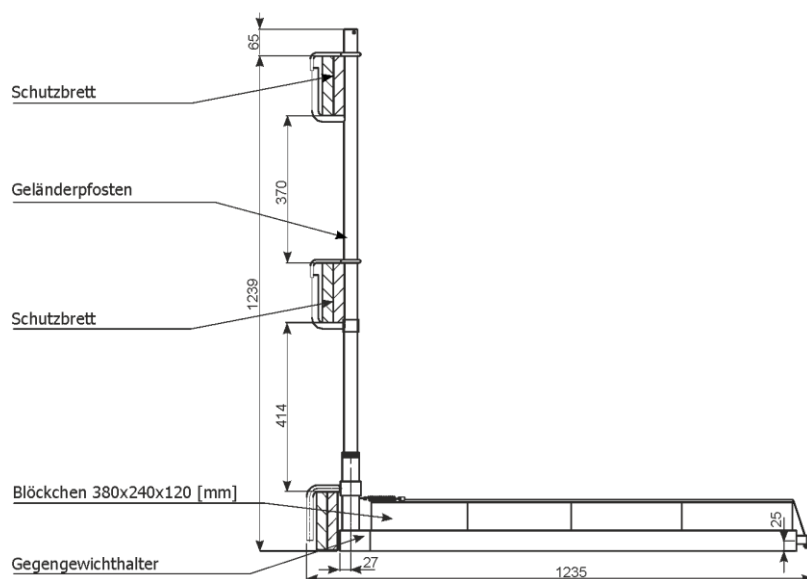

Abb. 64 Montage des Gegengewichthalters
2.22 Montage des Gegengewichthalters (Abb. 64)